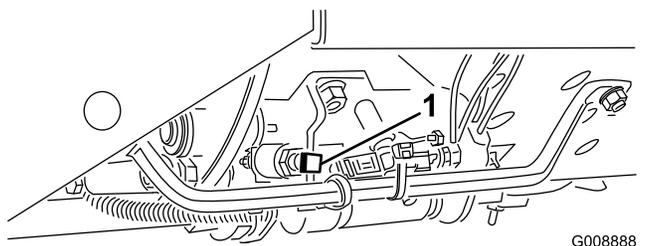

图32
**重要事项** 剪草速度在出厂时设定为 9.7km/h。调节速度限位螺丝 (图32) 可以增加或降低速度。